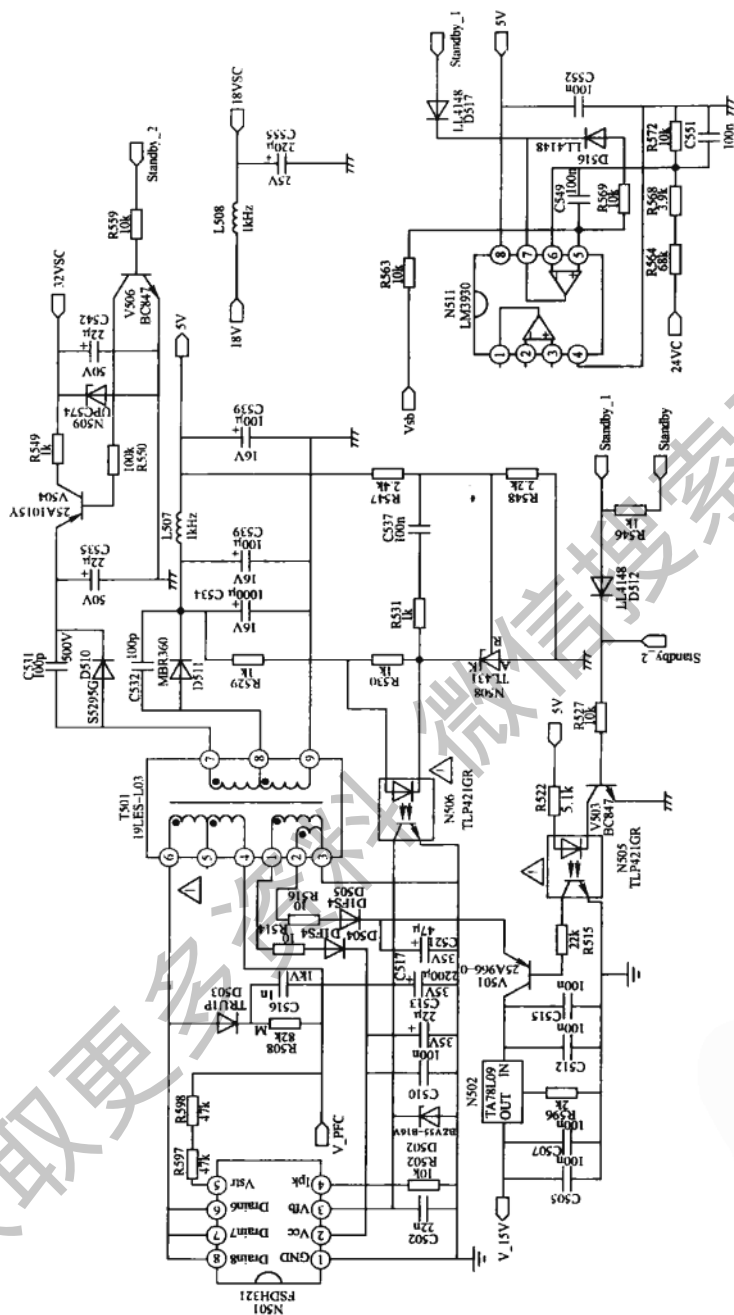

图 6-6 厦华 LC-42FT18 液晶电视电源板电路图 2
5. 厦华 LC-42FT18 液晶电视电源板电路图 (见图 6-5、图 6-6)